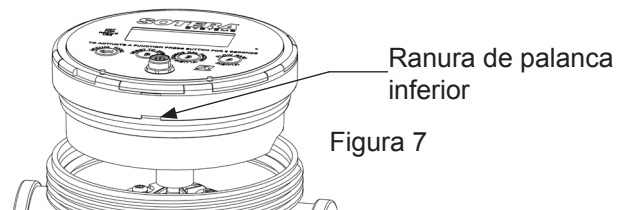

Figura 7
3. Inserte un destornillador con cabeza fresada en la ranura inferior (consulte la Figura 7) y ejerza un poco de presión en la cubierta del medidor (elemento 6).